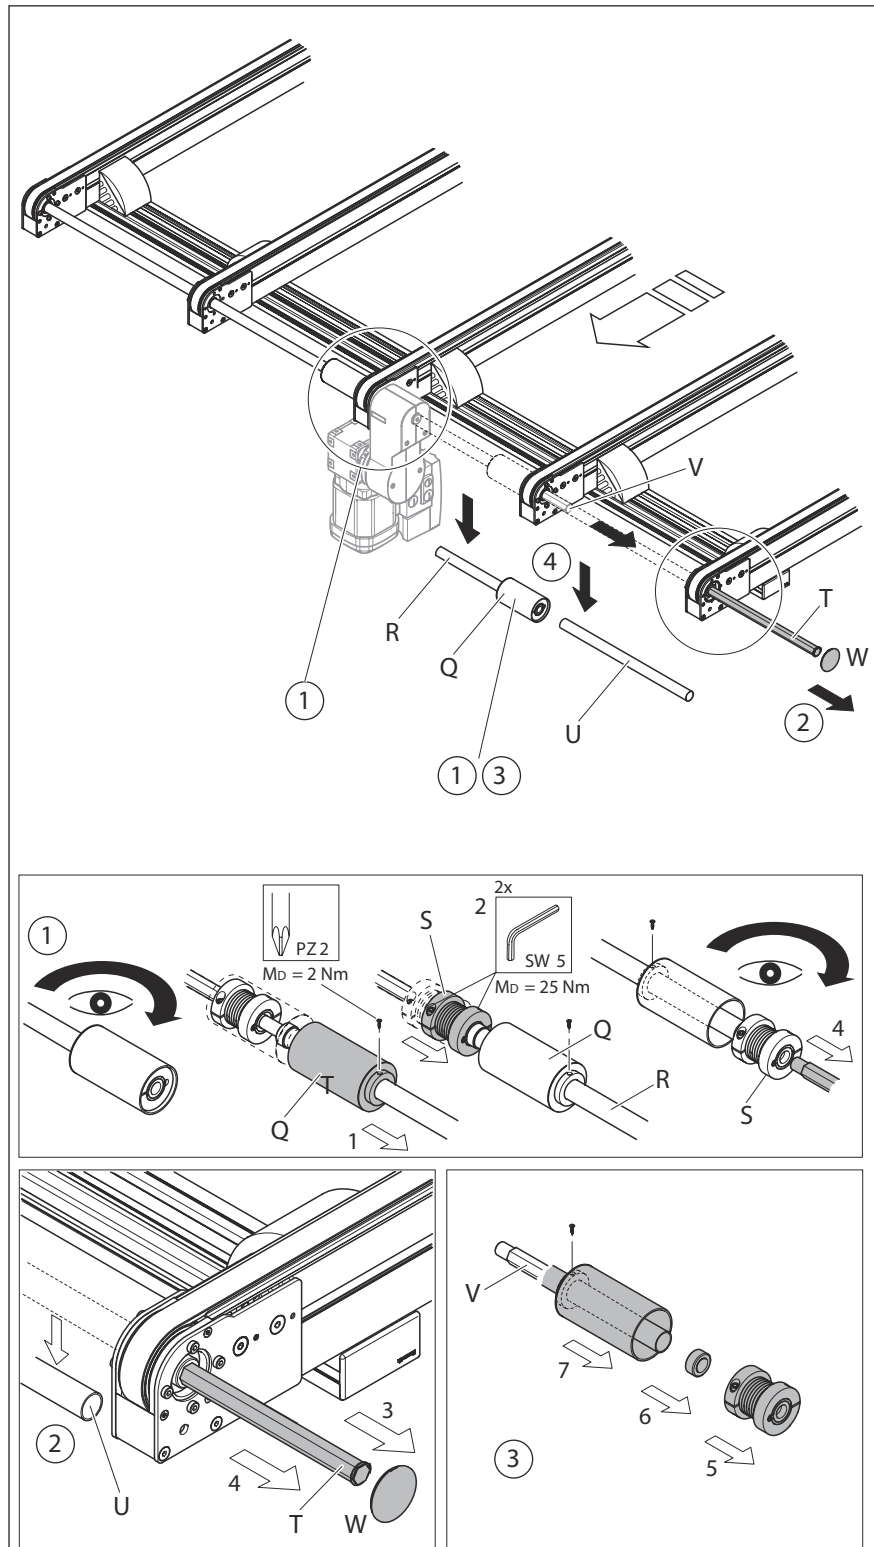

Abb. 11: Montage an Bandstrecke CSS/N, CSS/NT: MS = 3 (1/3)
13. Die Sechskantwelle montieren, siehe Abb. 11.